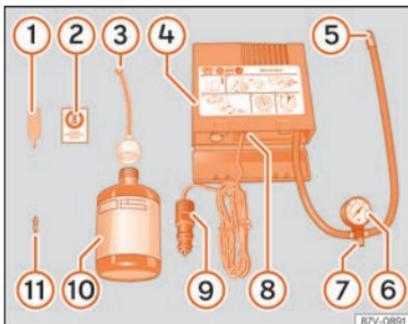

Abb. 84 Prinzipdarstellung: Bestandteile des Pannensets
Das Pannenset befindet sich im Gepäckraum unter dem Bodenbelag. Es besteht aus folgenden Bestandteilen »» **Abb. 84**:
Den Reifenfüllschlauch »» **Abb. 84** (5) wieder anschließen und den Reifenfülldruck an der Reifenfülldruckanzeige (6) ablesen.